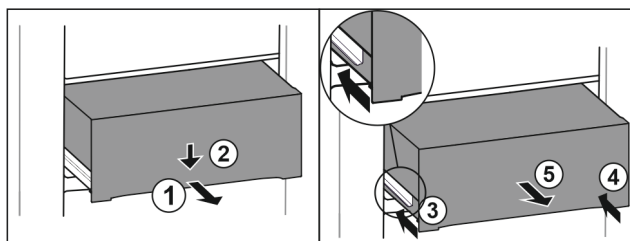

Fig. 121
- Изтегнете чекмеджето наполовина. Fig. 121 (1)
- Натиснете надолу чекмеджето от предната страна. Fig. 121 (2)
- Вкарайте лявата релса приблизително 2 cm навътре. Fig. 121 (3)
- Вкарайте дясната релса приблизително 2 cm навътре. Fig. 121 (4)
- Извадете чекмеджето напред. Fig. 121 (5)